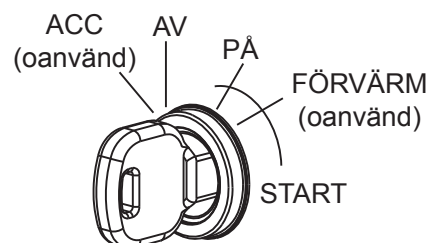

Bild 11. Tändningslås och nyckel
3. Sätt i tändningsnyckeln i tändningslåset (Bild 11).